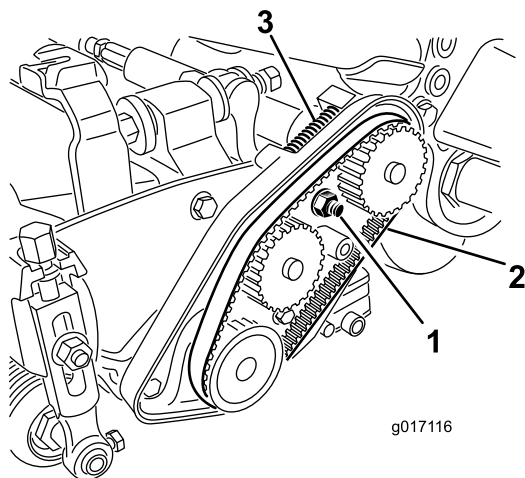

Figura 20
3. Allentate il dado dell'alloggiamento dei cuscinetti (Figura 20).
5. Rimuovete la cinghia (Figura 20).
12. Accertatevi che la molla di compressione metta in tensione la cinghia (Figura 20).